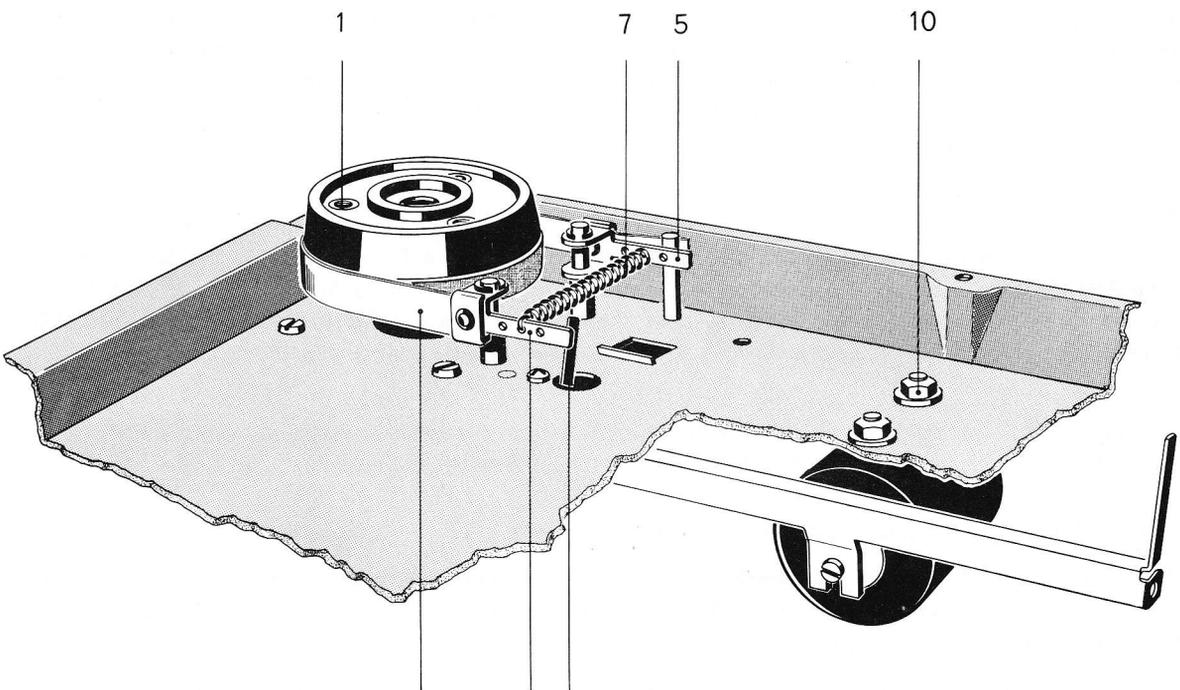

Fig. 2
Bedienungsknöpfe und Rändelscheiben nach oben abzuziehen. Ferner sind die drei Befestigungsschrauben jedes Bandspulentellers (1 in Fig. 2), die beiden Federstifte der Andruckarm-Abdeckung (2) sowie die Schlitzschrauben der Kopfabdeckung und der Abdeckplatte abzuschrauben. Beim späteren Zusammenbau achte man durch gleichmäßiges Anziehen der Spulentellerbefestigungsschrauben (1) darauf, dass die Spulenteller nicht schlagen. Gegebenenfalls ist eine um 120° versetzte Montage der Spulenteller erforderlich.
Nach dem Auswechseln einer Bremsrolle oder eines Bremsbandes muss die Bremsmechanik und der Hub des Bremslösemagneten neu eingestellt werden. Wenn nötig, sind die Spannhebel (9 in Fig. 2) durch leichtes Biegen so einzustellen, dass sie bei Betätigung der Abhebelbolzen (8 in Fig. 2) gleichzeitig abheben. Der Hub des Bremslösemagneten, der beim Bandlauf die Bremsbänder von ihren Rollen abhebt, lässt sich nach Lösen der beiden M 4 Muttern (10 in Fig. 2) durch Verschieben des Magneten in den Schlitzlöchern verändern. Durch gleichzeitiges Drücken der Betriebs- und Stoptaste wird der Magnet erregt. Jetzt verschiebt man den Bremslösemagneten soweit nach hinten, bis die Bremsbänder 0,1 bis 0,2 mm von der Bremsrolle abheben. In dieser Stellung werden die Befestigungsmuttern wieder festgezogen.